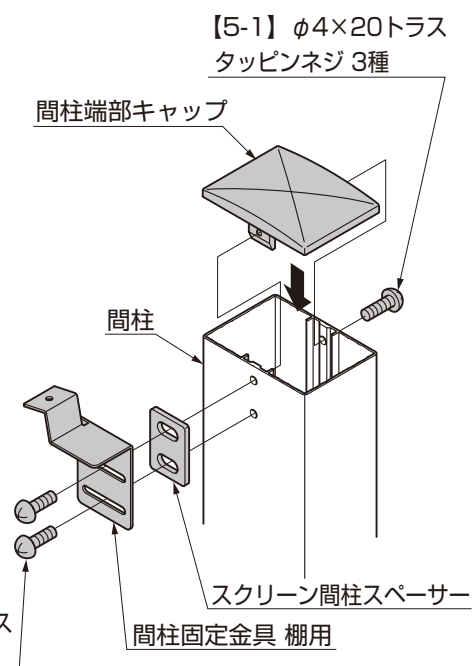

図5-2
- ②間柱に間柱端部キャップを取付け、間柱と間柱固定金具 棚用の間にスクリーン間柱スペーサーをはさみ、【5-1】で固定してください。(図5-2参照)